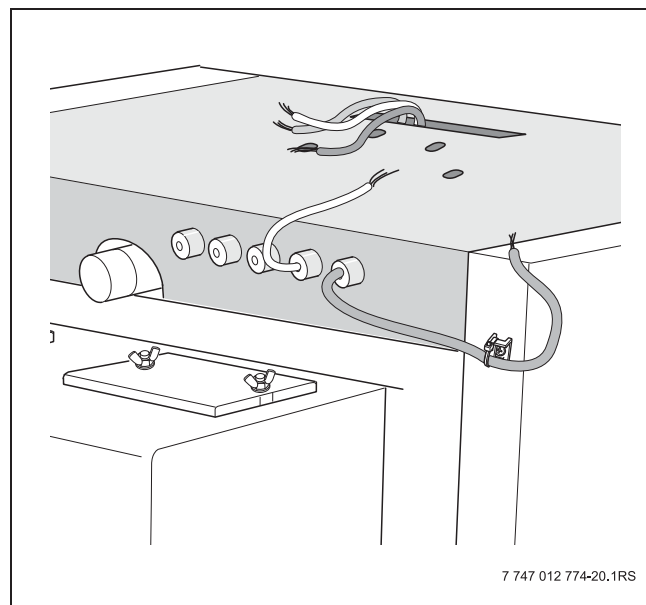

Figura 19 Trecerea cablurilor de legătură
- Introduceți cablurile electrice și cablurile sensorului prin decupările părții superioare a capacului (-> Figura 19).
- Treceți cablurile electrice ale racordurilor externe prin mufele de trecere de pe spatele capacului (-> Figura 19).
- Cablurile care ies din cazanul de încălzire se fixează pe mantaua laterală stânga cu ajutorul unei brățări pentru cabluri (accesorii livrat împreună cu cazanul) în vederea detensionării (-> Figura 19).